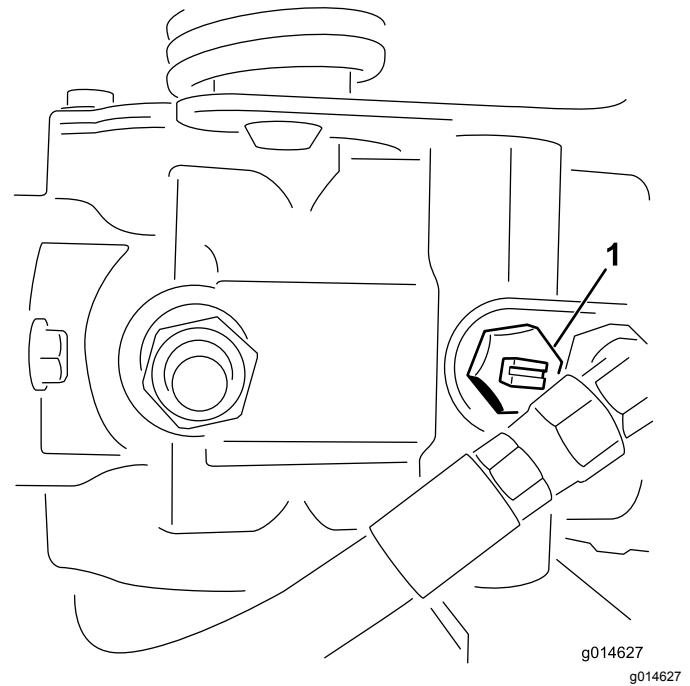

Figure 40
1. Localisez la vanne de dérivation sur la pompe et tournez-la jusqu'à ce que la fente soit verticale (Figure 40).
2. Avant de mettre le moteur en marche, fermez la vanne de dérivation (fente horizontale) (Figure 40). Ne mettez pas le moteur en marche quand la vanne est ouverte.